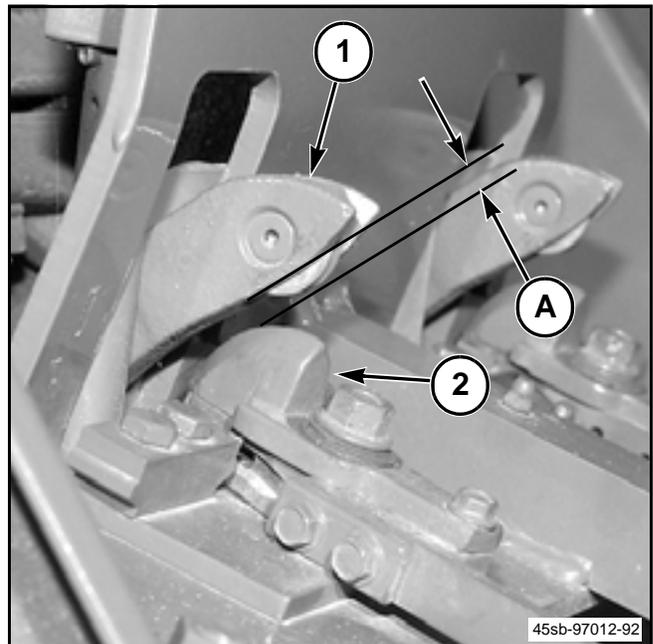

FIG. 83
FIG. 83: Ajuste cada aguja para permitir que la aguja (1) se separe de la guía de alambre (2) 0.8 a 2.4 mm (1/32 a 3/32 pulg) (A). Para mover la aguja fuera de la guía de aguja delantero. Afloje levemente el perno de montaje de aguja delantero. Apriete el perno de montaje de la aguja trasera. Invierta este procedimiento para mover la aguja hacia la guía de cordel.